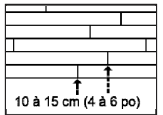

Figure 4
• Dans les rangées adjacentes, si possible, veillez à décaler les extrémités des planches de 10 à 15 cm (4 à 6 po) (figure 4). Vous assurerez ainsi une meilleure apparence de l'ensemble du plancher.
- Vérifiez si tous les bords et toutes les extrémités de chaque planche sont bien ajustés. Les joints d'extrémité des rangées adjacentes devraient être, autant que possible, décalés de 10 à 15 cm (4 à 6 po) afin d'assurer un ensemble plus esthétique (figure 4).
- Pour une meilleure apparence, maintenez un espace de 15 cm (6 po) entre les joints d'extrémité après les quatre premières rangées (figure 4).